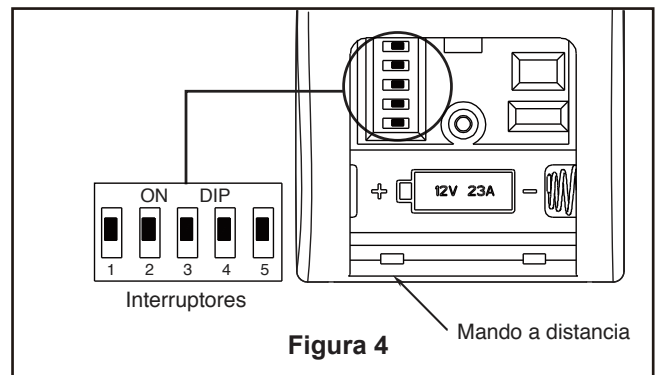

Figura 4
3. Una vez realizadas las conexiones, gire los conductores hacia arriba y, con cuidado, colóquelos dentro de la caja de salida, con los conductores blancos y verdes hacia un lado y los conductores negros hacia el otro. (Figura 4)
4. Instale el conector de 2 clavijas desde ensamble de kit de luz conexión a la unidad del motor. (Figura 4)
4. Para configurar el código del mando a distancia, mueva los interruptores de código hasta colocar el código de selección en la posición arriba o abajo. Con un destornillador pequeño o con una lapicera (no se incluye) deslice firmemente hacia arriba o hacia abajo. (Figura 4)